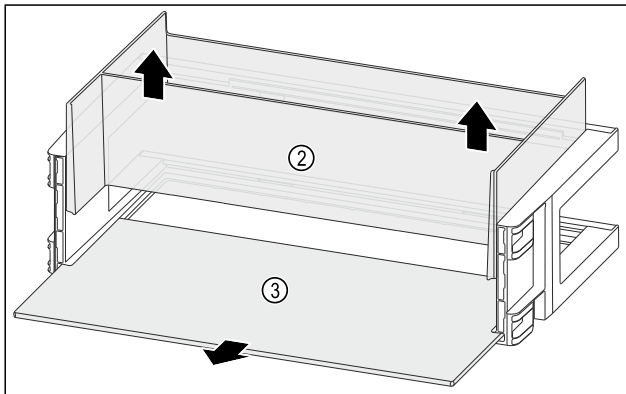

Fig. 109
- ▶ Organizer Fig. 109 (2) nach oben entnehmen.
- ▶ Abstellfläche Fig. 109 (3) entnehmen.